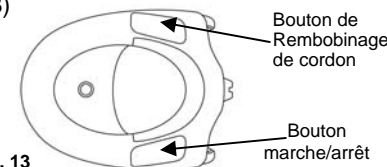

Fig. 13
- Appuyez sur l'interrupteur Marche/Arrêt pour mettre l'aspirateur en marche. (Fig. 13)
- Pour rembobiner le cordon d'alimentation, appuyez sur le bouton de rembobinage du cordon et maintenez la prise du cordon d'une main afin de vous assurer qu'elle ne fouette rien ni personne ce qui pourrait entraîner des blessures ou des dommages. (Fig. 13)
- Appuyez sur le bouton d'arrêt et débranchez la fiche de la prise électrique. Ensuite, appuyez sur le bouton de rembobinage du cordon. (Fig. 13)